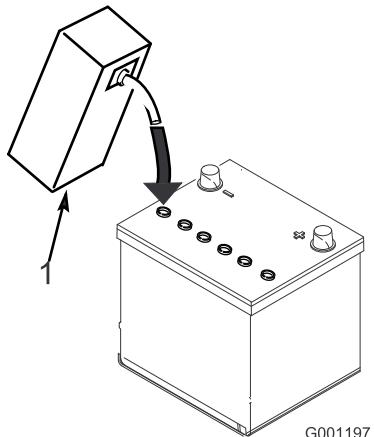

Figura 7
- Riempite con cautela ciascun elemento di elettrolito finché le piastre non sono coperte con circa 6 mm di fluido (Figura 7).
4. Attendete circa 20 o 30 minuti perché le piastre assorbano l'elettrolito. All'occorrenza rabboccate finché l'elettrolito non è a 6 mm circa dalla base della tazza di riempimento (Figura 7).